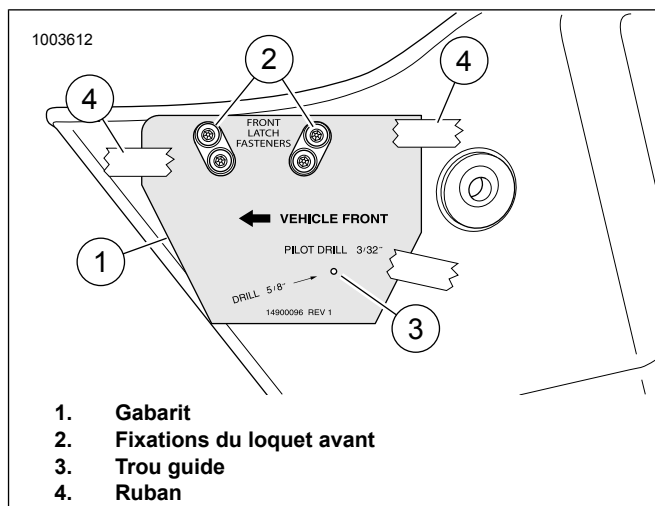

Figure 18. Gabarit et sacoche
4. Voir la figure 18. Placer le gabarit (1) sur la face avant extérieure de la sacoche. Les trous de forme ovale du gabarit s'ajustent sur les fixations du loquet avant (2). Attacher le gabarit avec du ruban adhésif (4).
5. Percer un trou guide de 1/8 po (3).